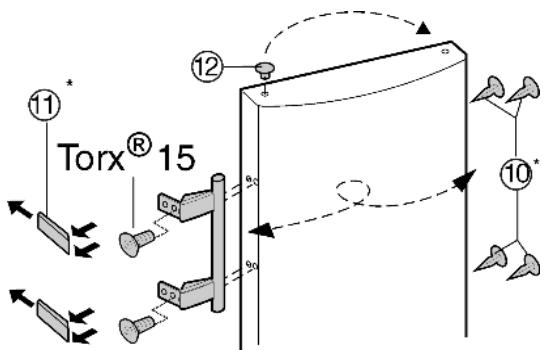

Fig. 8
- ▶ Izvadite čepove Fig. 8 (12) iz čahura ležaja vrata i premjelite ih.
- ▶ Skinite ručku na vratima, čepove Fig. 8 (10) i pritisne ploče Fig. 8 (11) i premjestite ih na suprotnu stranu.